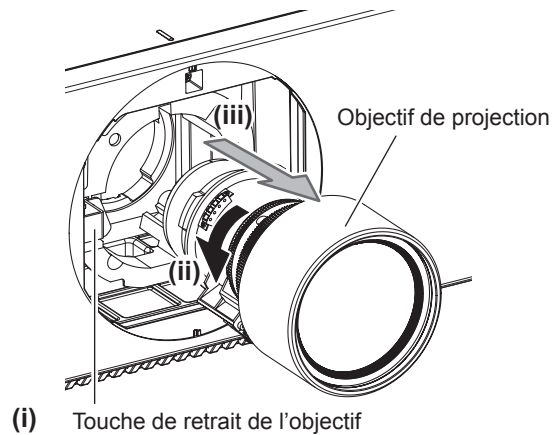

Fig. 2
- 2) Tout en continuant à appuyer sur la touche de retrait de l'objectif, tournez l'objectif de projection dans le sens inverse des aiguilles d'une montre au niveau de l'extrémité et retirez-le. (Fig. 2)